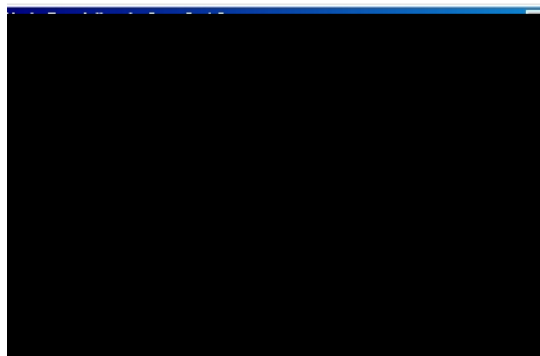

Рис. 3. Второе диалоговое окно гайда **Node Tree Wizard**
3. Во втором диалоговом окне гайда **Node Tree Wizard** установите опции, как показано на рис. 3.